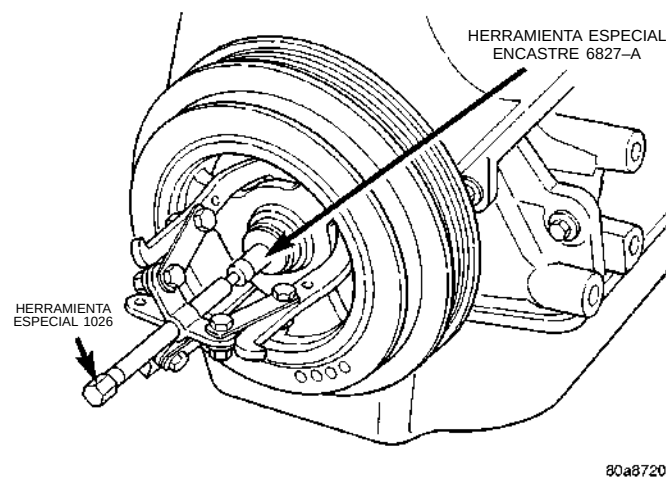

Fig. 36 Amortiguador de cigüeñal—Desmontaje
(3) Retire el perno del amortiguador del cigüeñal. Retire el amortiguador utilizando la porción más larga de la Herramienta especial 1026 y el encastre 6827-A (Fig. 36).